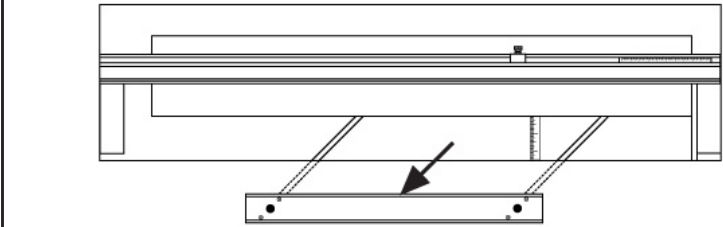

Fig. 25
3. Soltar los tornillos no. 1 y 2 dándoles una vuelta completa. Soltar el tornillo no. 3 por media vuelta solamente. El carril de guía tiene que quedarse móvil pero no totalmente suelto. (**Fig. 25**)